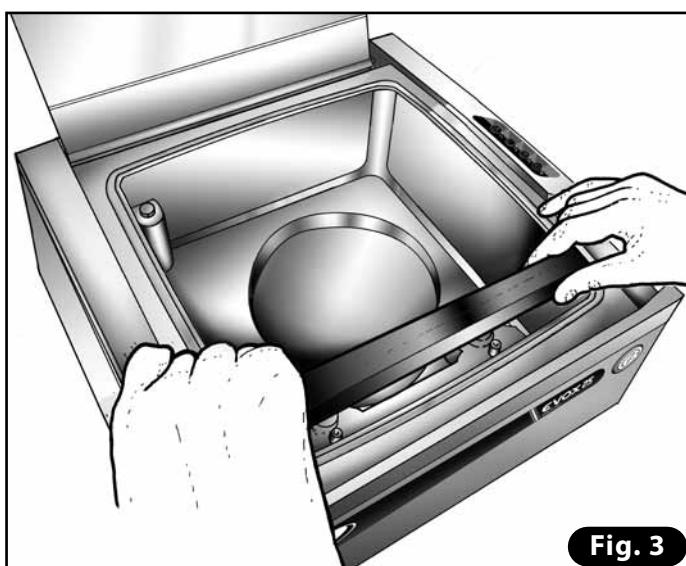

Fig. 3
8.1.5 LIMPIEZA DE LA BARRA SOLDADORA (Fig. 3)